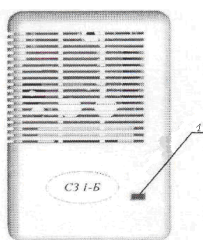

Рисунок 1.
2.4.1. После установки СЗ включить его в сеть переменного тока, подключив шнур питания к сетевой розетке. При этом индикатор, расположенный на лицевой панели СЗ (Рис.1, поз.1), должен мигать зеленым цветом, частотой около 1 Гц, индицируя этим режим прогрева сенсора сигнализатора. Режим прогрева длится две минуты.